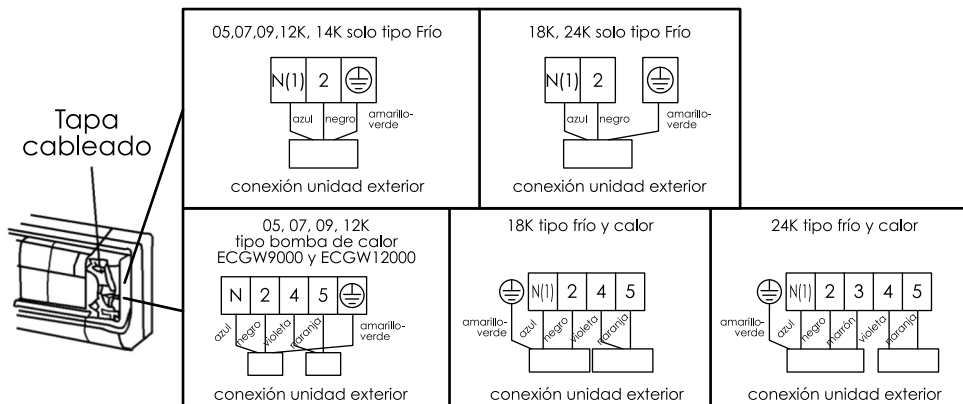

Fig. 6
2. Retire la tapa del cableado Fig.6.